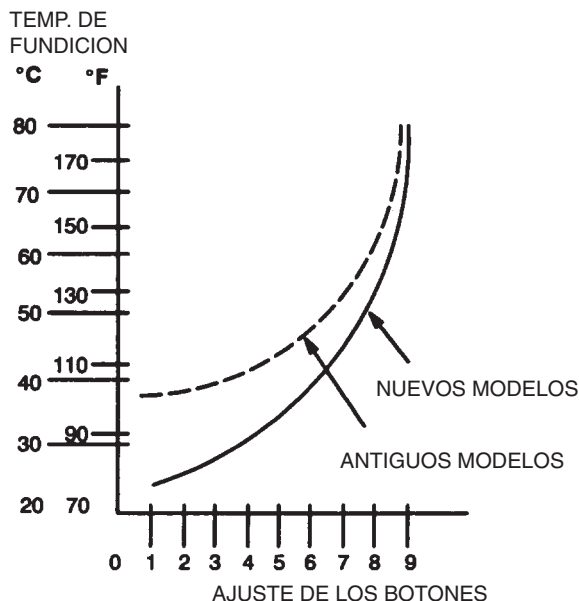

Fig. 4
Parar la bomba, ajustar el botón de mando (V) a 4 ó 5 (ajuste de prueba) y dejar que el calentador se caliente durante 10 minutos aproximadamente. Ver fig. 4.